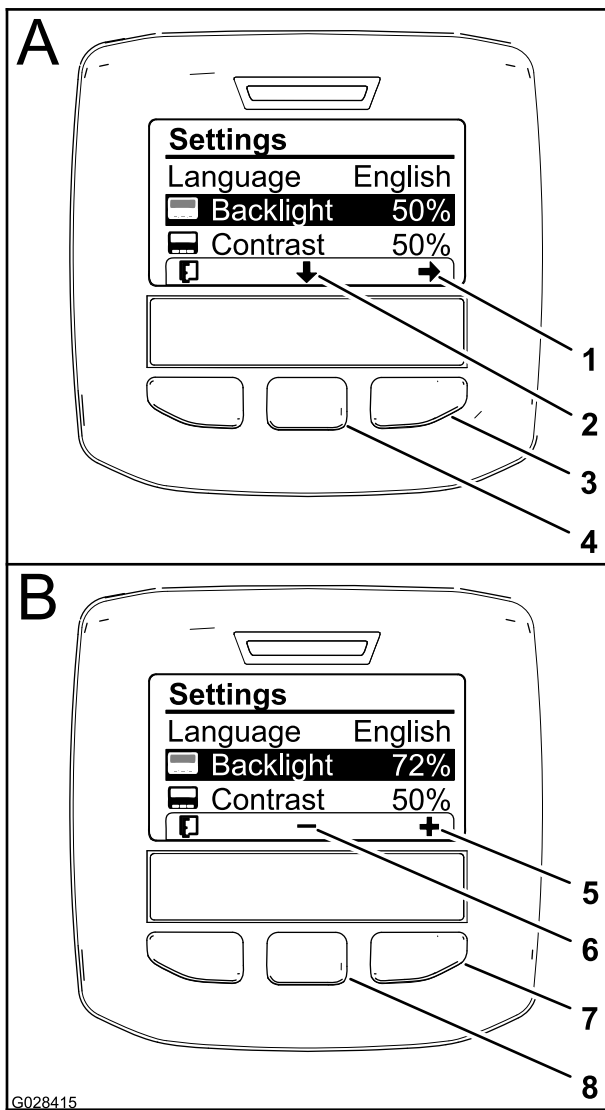

Figura 10
1. Pentru a regla nivelul iluminării de fundal sau de contrast ale afișajului, apăsați butonul de selectare centru (butonul de sub pictograma săgeată în jos de pe afișaj) pentru a muta opțiunea selectată în jos, la setarea Iluminare de fundal sau Contrast (Figura 10).
- Apăsai butonul de selectare dreapta pentru a afia contextul de ajustare a valorii (Figura 10).
- Utilizai butonul de selectare centru și butonul de selectare dreapta pentru a modifica nivelul de luminozitate sau contrastul afișajului (Figura 10).
- Apăsai butonul de selectare stânga pentru a salva selecția (Figura 10).